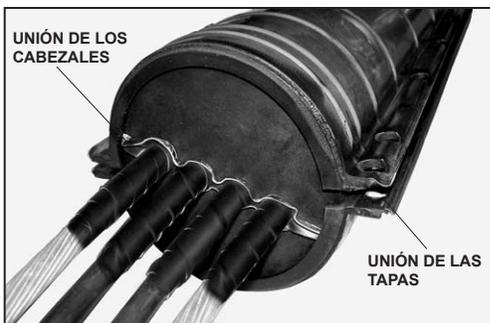

Figura 62
**Recomendación:** Al instalar las tapas no haga coincidir la unión de los cabezales con la unión de las tapas, evitando así la incidencia de las mismas (Figura 62).